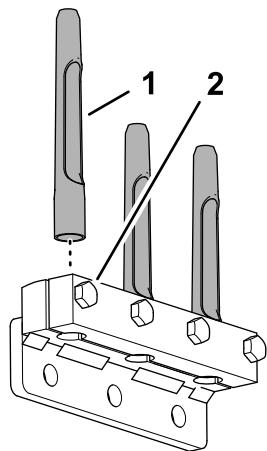

図 41
2. タインホルダーとタインクランプにタインを取り付ける図41。